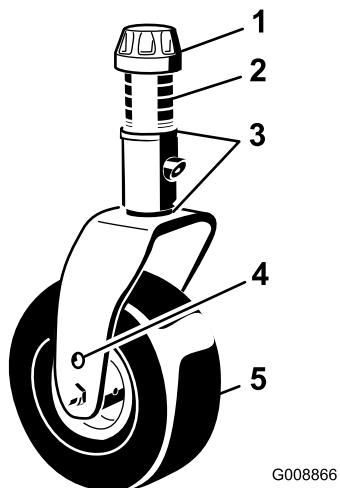
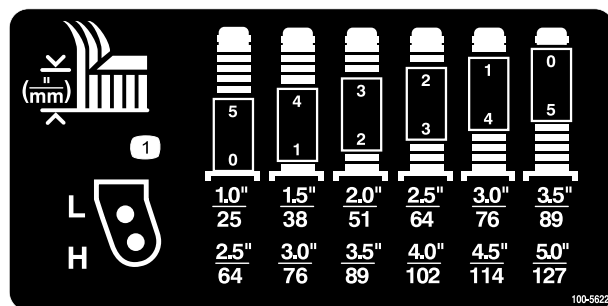

Figure 6
Figure 7
2. Placez les essieux des roues pivotantes dans les mêmes trous sur les deux fourches. Pour choisir les trous corrects pour la hauteur de coupe requise, reportez-vous à la Figure 6 et la Figure 7.
3. Enlevez le chapeau de tension de l'axe de pivot (Figure 6) et sortez l'axe du bras pivotant. Remplacez les 2 cales (3 mm) sur l'axe de pivot dans leur position d'origine. Elles sont requises pour que les plateaux de coupe soient parfaitement de niveau sur toute la largeur. Placez le nombre requis d'entretoises de 13 mm sur l'axe de pivot pour obtenir la hauteur de coupe voulue, puis ajoutez la rondelle.
- Pour déterminer les combinaisons d'entretoises requises pour les différentes hauteurs de coupe, reportez-vous à la Figure 7.